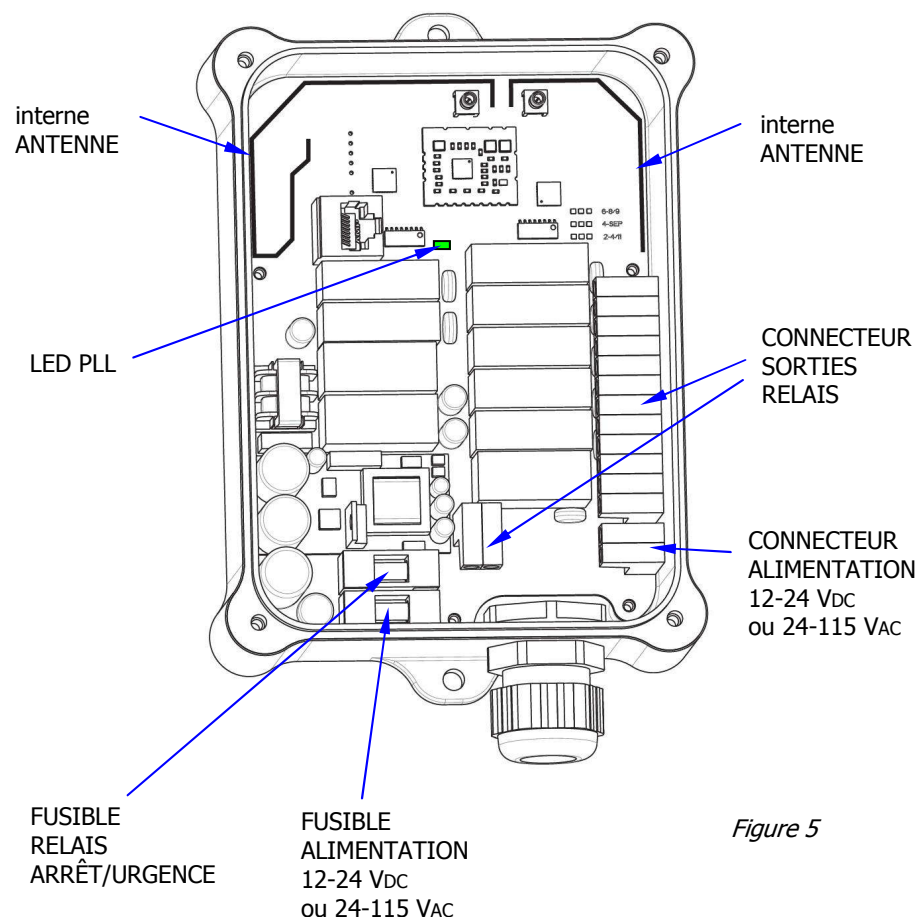

Figure 5
- Contrôler que la **LED verte PLL** (voir Fig. 5, 7, 9), qui signale l'état d'attente du signal radio, clignote sur le récepteur.